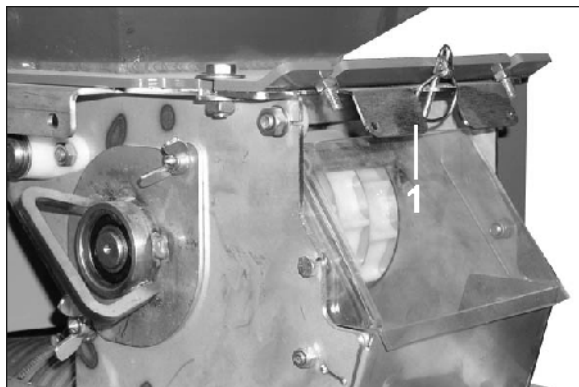

Рис. 122
2. Закройте заслонку (Рис. 122/1), если необходимо разгрузить только дозатор, без бункера (см. на стр. 110).